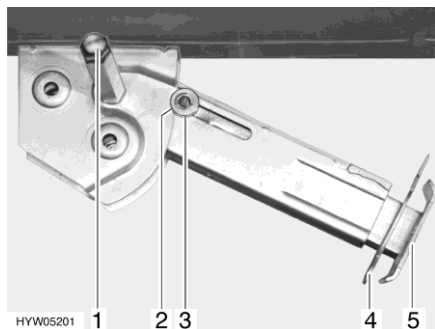

Fig. 40 Vérin stabilisateur
- Placer la clé à pipe sur l'écrou à six pans (Fig. 40,1) et tourner jusqu'à ce que le vérin stabilisateur soit en position verticale vers le bas.
- Retirer la goupille (Fig. 40,4) de la rallonge du pied d'appui (Fig. 40,5).
- Placer la clé à pipe sur l'écrou à six pans (Fig. 40,1) et tourner jusqu'à ce que le vérin stabilisateur se dégage du sol.
- Rentrer complètement la rallonge du pied d'appui (Fig. 40,5) et insérer la goupille (Fig. 40,4) dans le trou prévu à cet effet.
- Tourner la clé à pipe sur l'écrou à six pans (Fig. 40,1) jusqu'à ce que le vérin stabilisateur ait pivoté vers le haut et le disque de guidage (Fig. 40,3) soit complètement rentré dans l'encoche (Fig. 40,2).